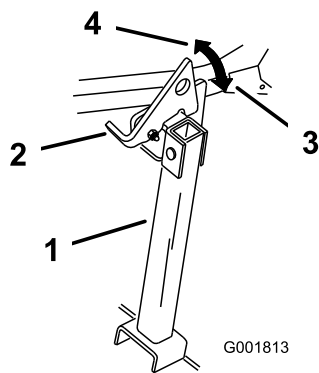

Figura 29
2. Levante el enganche a la posición desbloqueada (Figura 29).